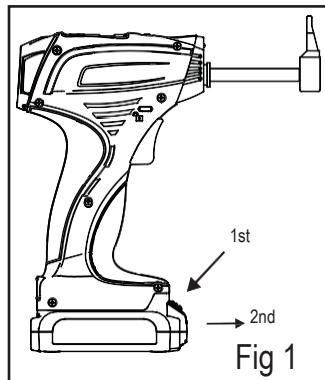

Fig 1
7. Entnehmen Sie die Batterie aus dem Gerät, indem Sie die Verriegelungslaschen drücken und es herausziehen. (siehe Abb. 1)